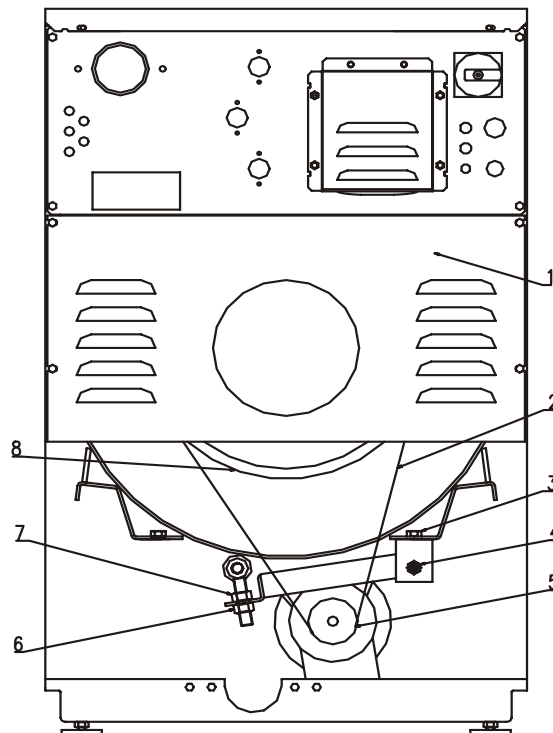

Fig. 5.2.4 Réglage du courroi
1. Demontez le couvercle dans la partie arrière de la machina, fig.5.2.4. (pos. 1).
3. Placez des nouvelles courroies (pos.2) du même type sur les poulies (pos.5, 8).
4. Les courroies doivent être placées en bon alignement avec les deux poulies, (pos.5, 8). Si cela s'avère nécessaire, déplacez le moteur vers l'avant ou vers l'arrière de façon à ce que les courroies soient équilibrées.
5. Tournez l'écrou (pos.7) vers le bas pour atteindre la tension des courroies, prenez garde à ce que l'écrou (pos.6) soit suffisamment desserré.
7. Si la tension des courroies est comprise dans les limites, resserrez l'écrou inférieur (pos.6) au panneau du moteur en guise de contre-écrou. Pour bloquer le réglage, resserrez correctement l'écrou.